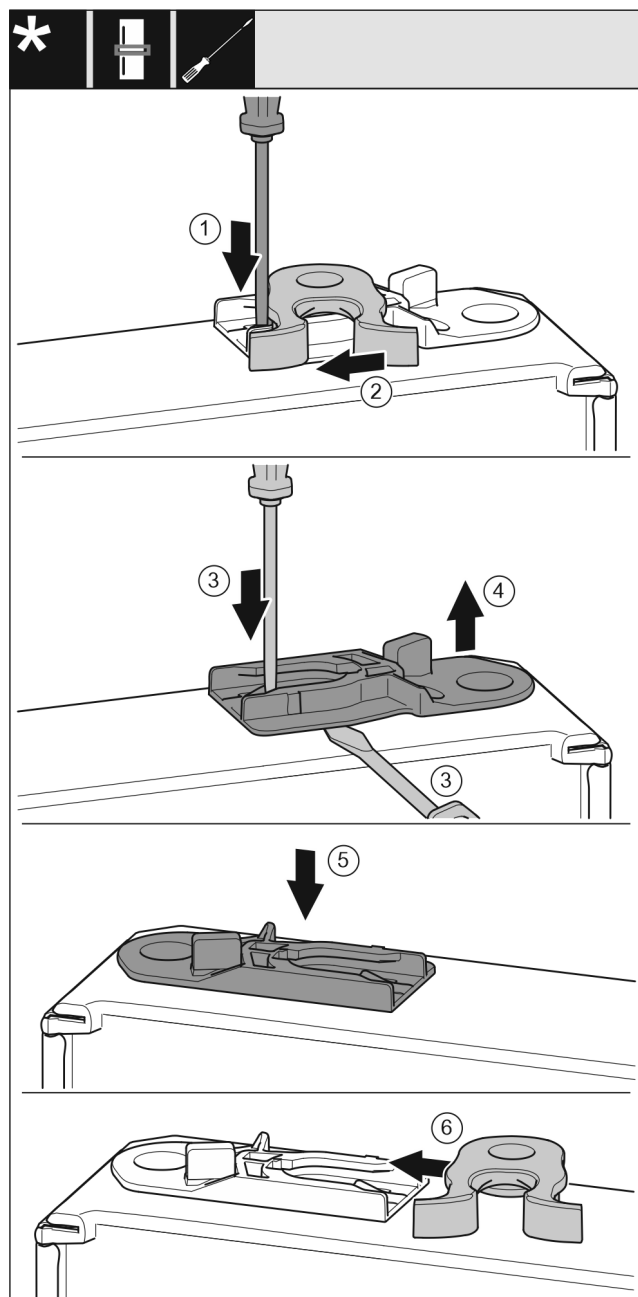

Fig. 50 *
- 用带槽螺丝刀向下按住接片 Fig. 50 (1)。
- 将锁钩 Fig. 50 (2)从导向装置拉出。
- 拉出导向轴套 Fig. 50 (3, 4)：用带槽螺丝刀按住接片的同时将带槽螺丝刀移动到导向轴套下方。
- 将供货时附带的导向轴套 Fig. 50 (5)插入外壳的另一侧。
- 将锁钩 Fig. 50 (6)推入导向装置。